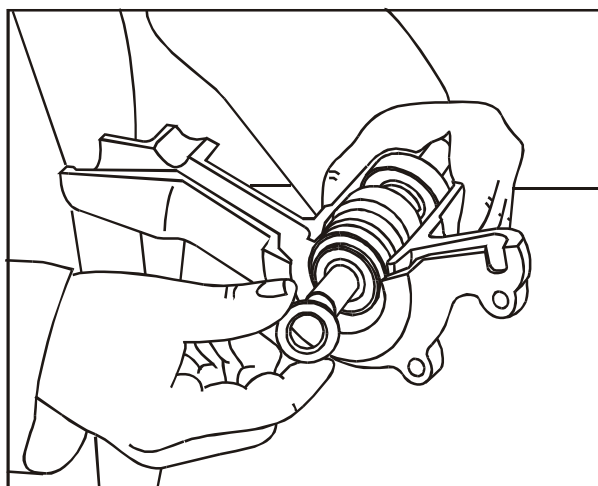

FIG 18
8. Monte um anel de cerâmica novo na árvore com a face de borracha voltada para o rotor, conforme a **Fig. 18**.